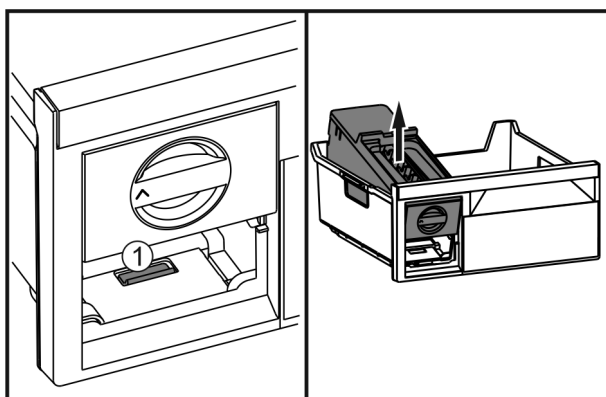

Fig. 42
- Натиснете езичето Fig. 42 (1), повдигнете EasyTwist-Ice отзад и извадете от чекмеджето на фризера.